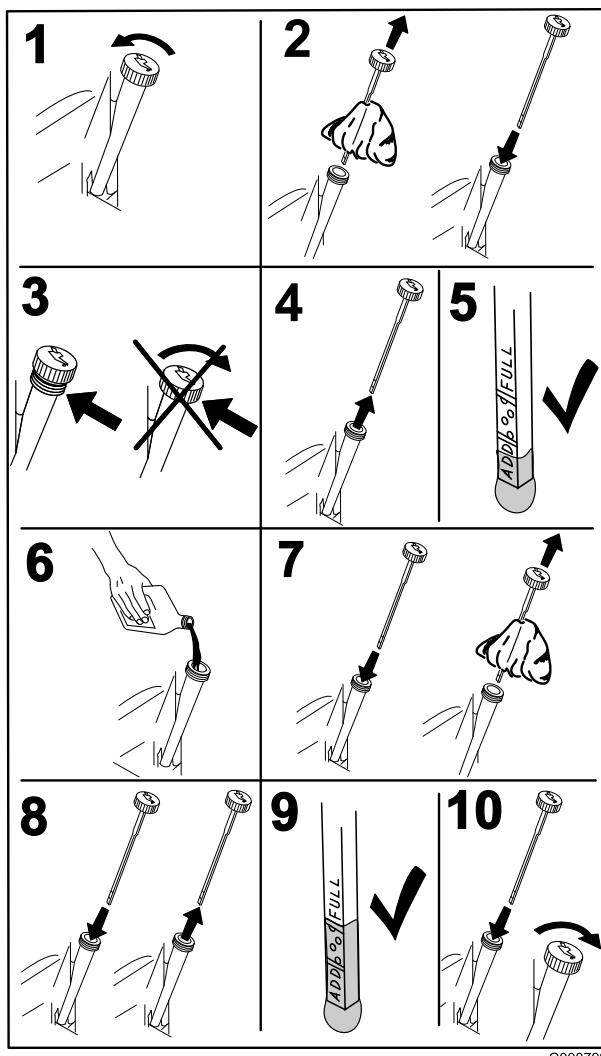

Figura 39
3. Para que no entre suciedad, recortes de hierba, etc., en el motor, limpie la zona alrededor del tapón de llenado/varilla de aceite antes de retirar éste (Figura 39).